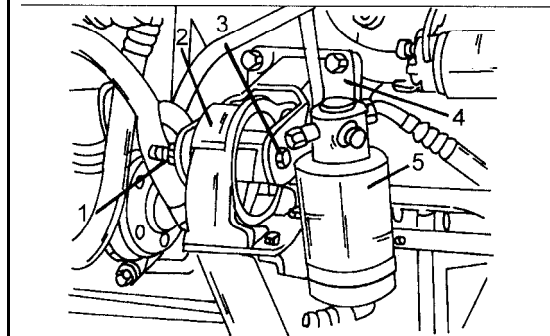

Bild 15
- Bei eingebauter Klimaanlage den Flüssigkeitsbehälter in Bild 15 zusammen mit den daran angeschlossenen Kühlmittelschläuchen abmontieren und vom Aggregatträger trennen. Dem Verlauf der Kühlmittelschläuche folgen und Schlauchbinder zerschneiden. Zwei der Schläuche werden mit diesem zusammengehalten.
- Unter Bezug auf Bild 15 die Schraube (3) aus dem vorderen Motorträger (4) im Motorlager (2) heraus-schrauben. Die Mutter (1) ist selbstsichernd und muss immer erneuert werden.